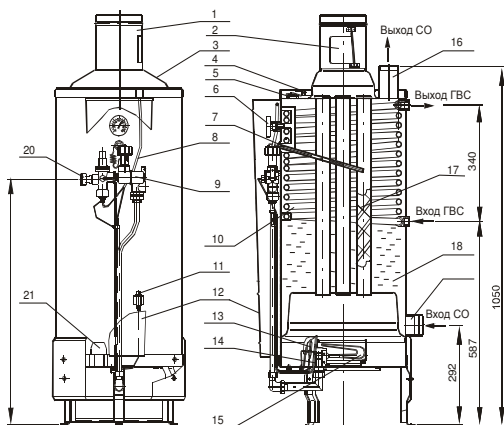
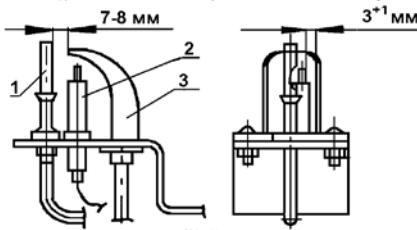

Рис. 1 Аппарат комбинированный (отопительный) газовый бытовой Универсал
Рис.3 Устройство запальное
4.1. Аппарат напольного типа имеет цилиндрическую форму. На лицевой стороне установлена дверка 12 (Рис.1).
4.3. Тягопрерыватель 1 (Рис.1) предназначен для автоматической стабилизации величины разрежения в топке аппарата, т.е. уменьшения влияния колебания величины разрежения в дымоходе на тягу в топке аппарата. Для успешной работы дверца тягопрерывателя 2 (Рис.1) должна легко вращаться на оси.
4.5. Автоматика по тяге и перегреву состоит из датчика тяги 4 (Рис.1) (биметаллическая пластина с микровыключателем), укрепленного на крышке бака, защитного термостата 5 (Рис.1) и проводов 4, соединяющих микровыключатель датчика тяги и защитный термостат с автоматикой аппарата 9 (Рис.1). Защитный термостат обеспечивает автоматическое аварийное отключение подачи газа при нагреве воды в баке $93\text{ }^{\circ}\text{C} \pm 100\text{ }^{\circ}\text{C}$. После остывания воды в баке до температуры $60\text{ }^{\circ}\text{C} - 70\text{ }^{\circ}\text{C}$ защитный
4.6. Устройство запальное Рис.3 предназначено для крепления запальника, термопары, свечи зажигания и розжига основной горелки. Для обеспечения воспламенения газа зазор между электродом свечи зажигания и запальником должен быть в пределах 3^{+1} мм.
5.10. Во избежание самопроизвольного срабатывания датчика тяги колпак 3 (Рис.1) не должен касаться биметаллической пластины датчика тяги.
6.8. Установите аппарат вертикально, и проверьте вертикаль по уровню. Установите зеркало 21 (Рис.1) в нижней части бака.
6.9. Установите на аппарат тягопрерыватель 1 (Рис.1), обеспечив его строго вертикальное положение. Конец дверцы тягопрерывателя 2 (Рис.1) не должен выступать наружу и должен отклоняться от номинального положения внутрь тягопрерывателя не более чем на 1 - 2 мм. Дверца тягопрерывателя должна легко вращаться на оси. Колпак 3 (Рис.1) не должен касаться биметаллической пластины датчика тяги 4 (Рис.1).
6.12. Проверьте работу пьезорозжига. При нажатии на кнопку пьезорозжига 11 (Рис.1) должна проскакивать искра между электродом свечи 2 (Рис.3) и запальником 3 (Рис.3).